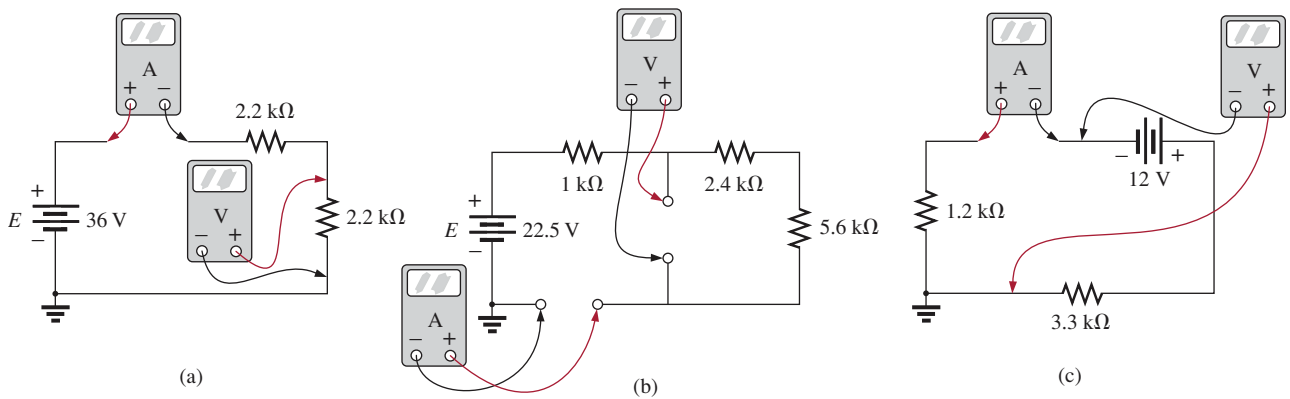

FIG. A4.96
- Para cada configuración de la figura A4.96, ¿cuáles son las lecturas del amperímetro y del voltímetro?